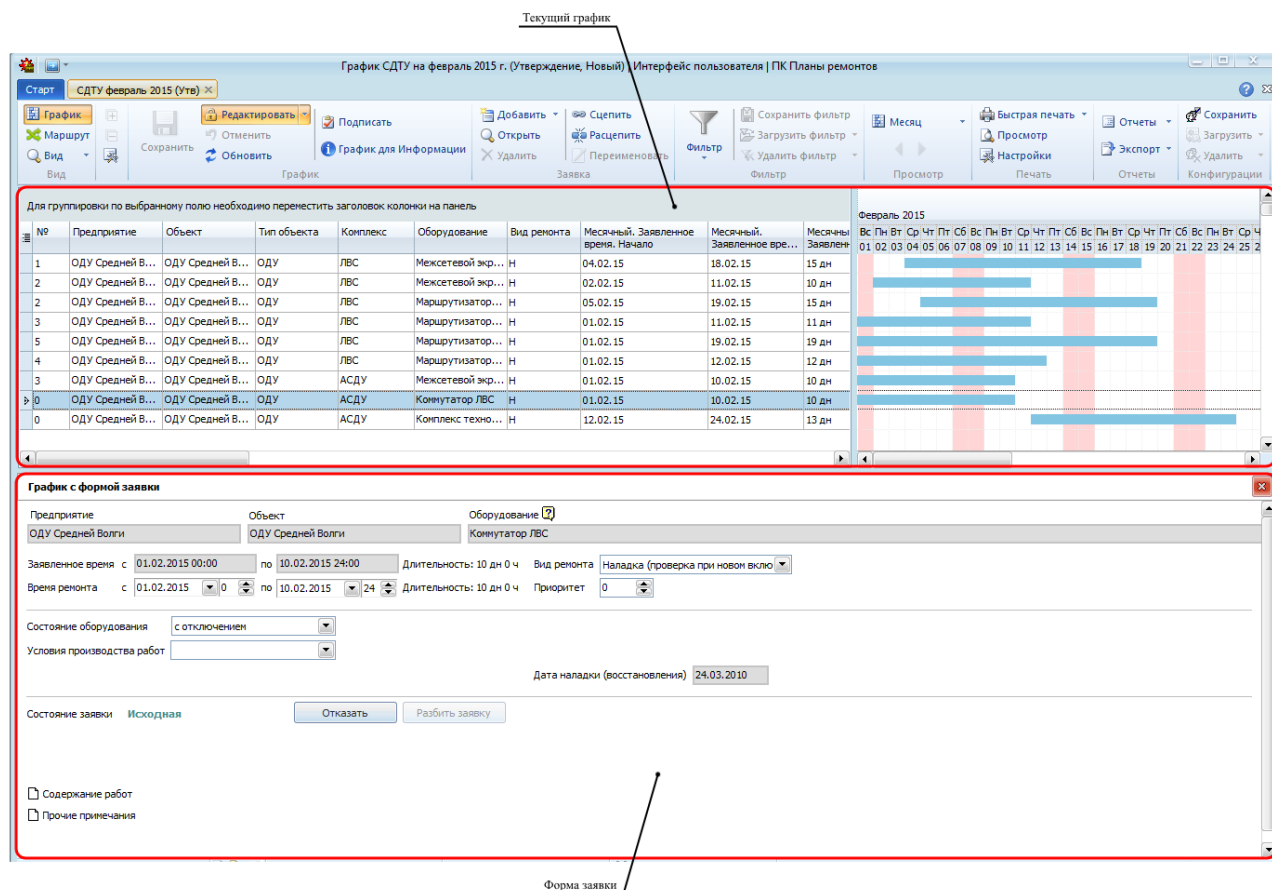

Рисунок 10.32 – Режим просмотра графика «Диаграмма с формой заявки»
- **«График с формой заявки».** График представлен в виде таблицы и диаграммы с формой заявки в области параллельного просмотра (Рисунок 10.32). Включение режима осуществляется выбором пункта «График с формой заявки» из раскрывающегося списка по кнопке « Вид» (Рисунок 10.30).